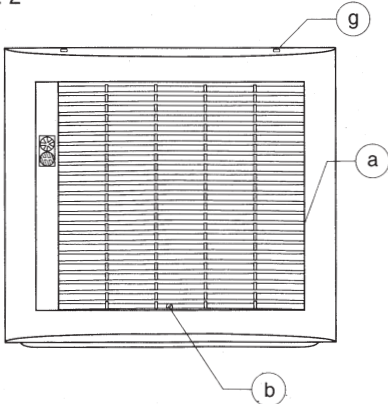

Fig. 3
- Fig.3- Retirer le volet (c) après avoir dévissé les 4 écrous plastiques (d)
- Fig.3- Replacer les volets (c) et les fixer avec les quatre écrous plastiques (d).